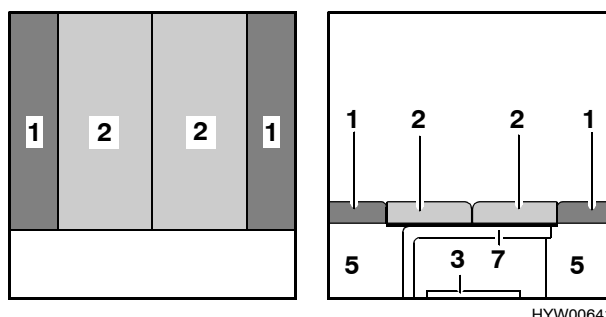

Fig. 45 Dopo la trasformazione
- Piazzare i cuscini dello schienale (Fig. 45,1) tra i cuscini del divano (Fig. 45,2) e la parete esterna.
- Spingere il piano del tavolo (Fig. 45,3) sotto il letto.